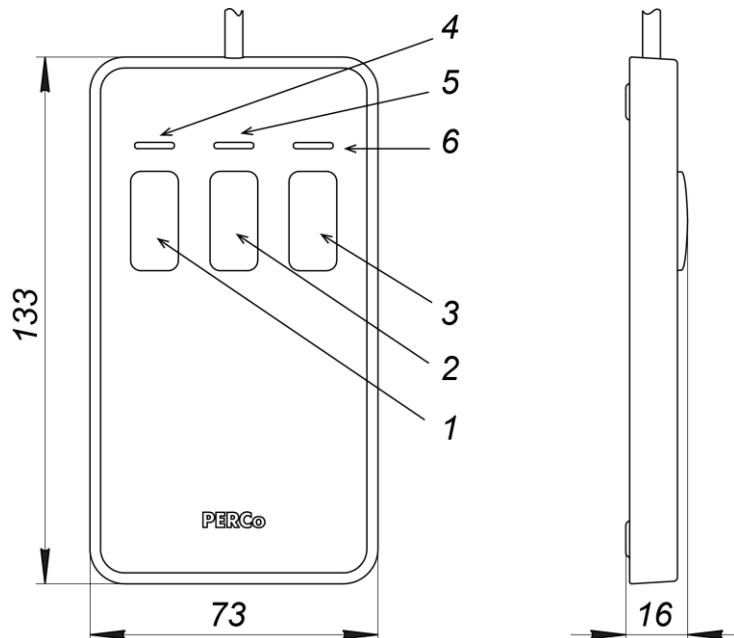
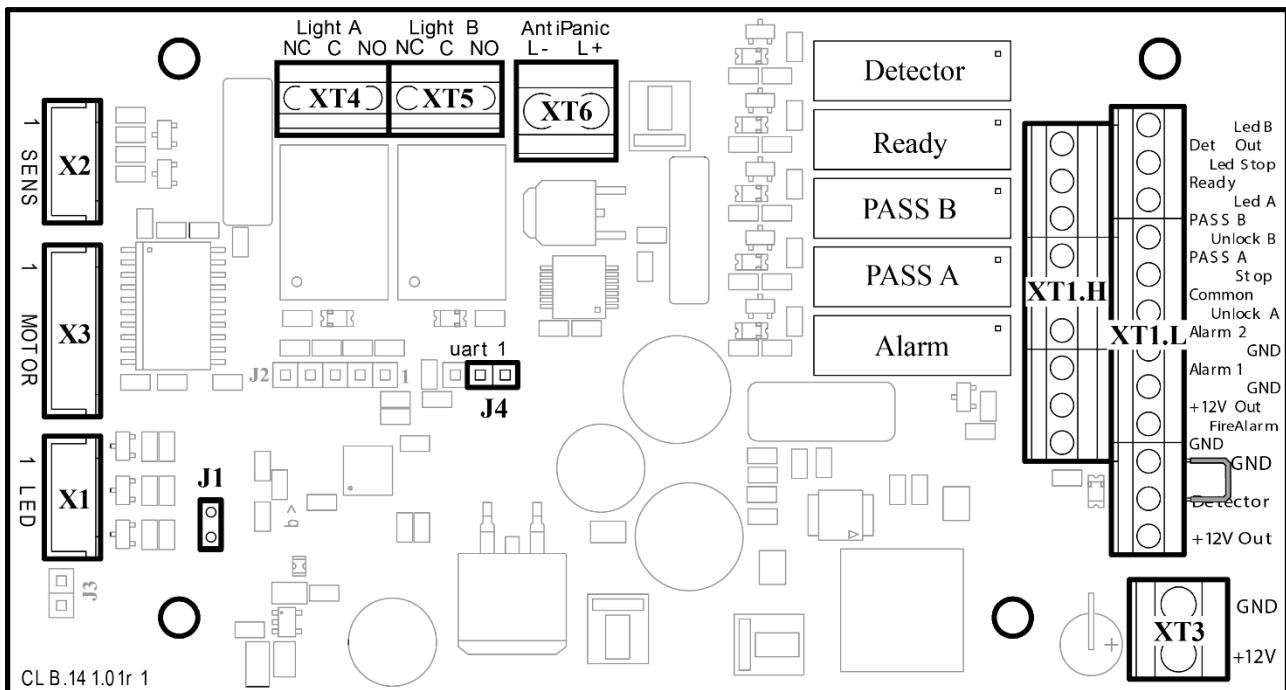

Рисунок 4. Общий вид и габаритные размеры ПДУ
Рисунок 5. Внешний вид платы управления
ПДУ (9) выполнен в виде небольшого настольного прибора в корпусе из ударопрочного АБС пластика и предназначен для задания и индикации режимов работы при ручном управлении турникета. ПДУ подключается к плате гибким многожильным кабелем (10) через клеммную колодку **XT1.L** (см. рис. 5). Общий вид ПДУ показан на рис. 4.
Внутри стойки расположена кронштейн с установленной платой управления (см. рис. 5) и клеммами для подключения внешних устройств. К плате подключаются ПДУ, выходы СКУД, устройство РУ (при его использовании), устройство аварийного открытия прохода *Fire Alarm* (далее – *устройство Fire Alarm*). На клеммы подключения внешних устройств выведены линии подключения источника питания, линии сигналов считывателей. Подключение внешних устройств производится в соответствии со схемой электрических соединений турникета (см. рис. 13).
На плате управления (см. рис. 5) расположены:
Выбор режима управления осуществляется снятием / установкой перемычки на разъем *J1* платы управления. Расположение разъема *J1* показано на рис. 5. При поставке перемычки установлена, что соответствует импульсному режиму управления турникетом. Для перехода в потенциальный режим управления снимите перемычку. Изменение режима управления произойдет после включения турникета.